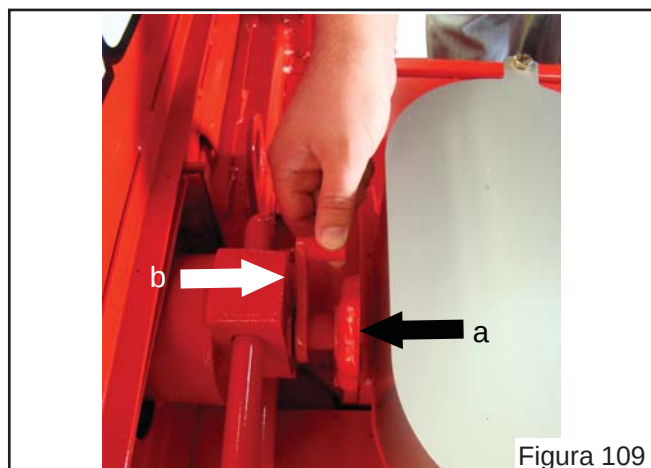

Figura 109
- Afrouxe a maçaneta do amolador ("a" Figura 109) e a contraporca ("b" Figura 109).
- Gire a maçaneta do amolador ("a" Figura 109), até que o rebolo encoste nas facas do rotor picador, reaperte a contraporca ("b" Fig. 109);
- Volte a maçaneta do amolador ("a" Figura 109) de 3 a 4 voltas, e trave a contraporca ("b" Figura 109);
- Solte a contraporca ("b" Figura 109), acione a maçaneta do amolador contra as facas do rotor picador, até encostar, e faça o movimento de afiação com o movimento de vai e vem sobre o guia do amolador, mais ou menos umas 3 vezes, efetuando a afiação de toda a área de corte das facas picadoras;
- Terminada a afiação, desligue a tomada de potencia do trator e aguarde alguns instantes até que o rotor pare de girar totalmente, recolha o rebolo girando a maçaneta do amolador ("a" Figura 109) no sentido contrario até encostar na proteção e reaperte bem a contraporca.